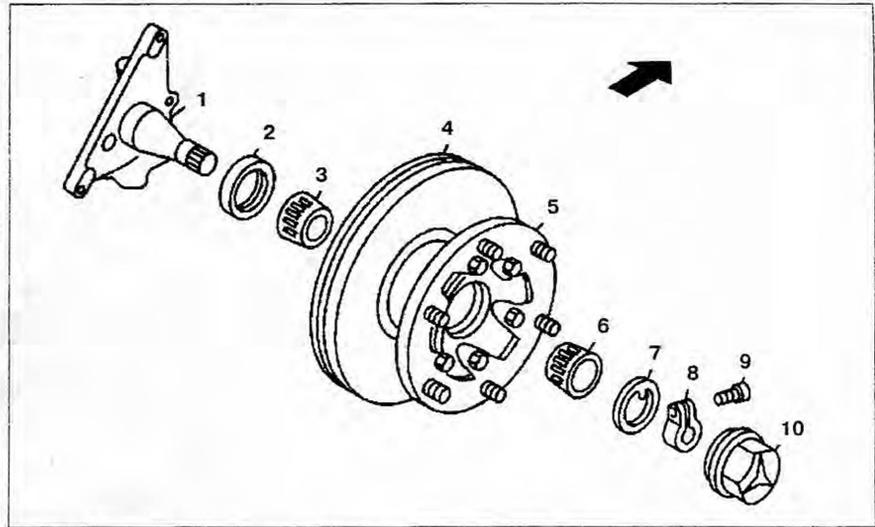

Рис. 5.3. Ступица передней оси 730.604/605/712 на моделях 667, 668, 670:
3. Снимите тормозной суппорт с поворотного кулака 1 (рис. 5.3).